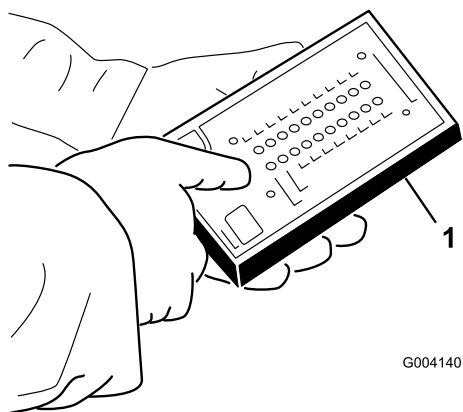

Figura 39
3. Collegate il connettore del display Diagnostic ACE al connettore del cablaggio preassemblato (Figura 39). Verificate che l'adesivo di sovrapposizione posto sul display Diagnostic Ace sia quello giusto.